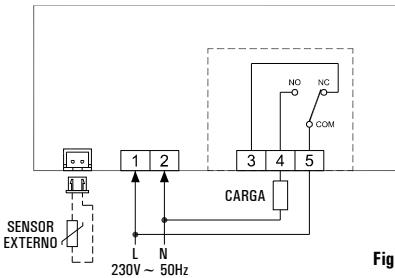

Fig. 5
- Realizar las conexiones eléctricas, siguiendo los esquemas de conexión de Fig. 5 y 6.
La salida, terminales 3, 4 y 5, es libre de tensión y aislada con doble aislamiento respecto al resto del termostato. Es por tanto posible alimentar el termostato con alta tensión (230V ~) y contemporáneamente manejar una carga a baja tensión SEL (24V ~), como es visible en Fig. 5 y 6.